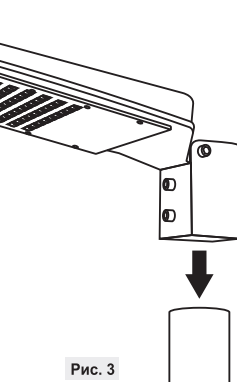

Рис. 3
- Установите светильник на трубу и затяните винты (Рис.3).